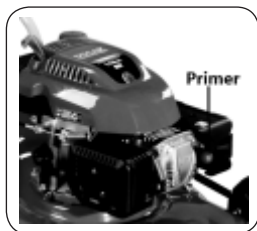

Рис. 22
ДЛЯ ЗАПУСКА ДВИГАТЕЛЯ (Рис. 22, 23, 24).
1. При запуске холодного двигателя 3-5 раз нажмите кнопку прокачного насоса (только для моделей без электростартера) (Рис. 22).